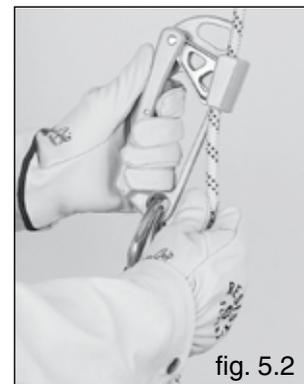

fig. 5.2
4. En primer lugar, suelte la palanca de inmovilización y a continuación deje que el bulón de seguridad vuelva a encajar en su sitio (fig. 5.2).